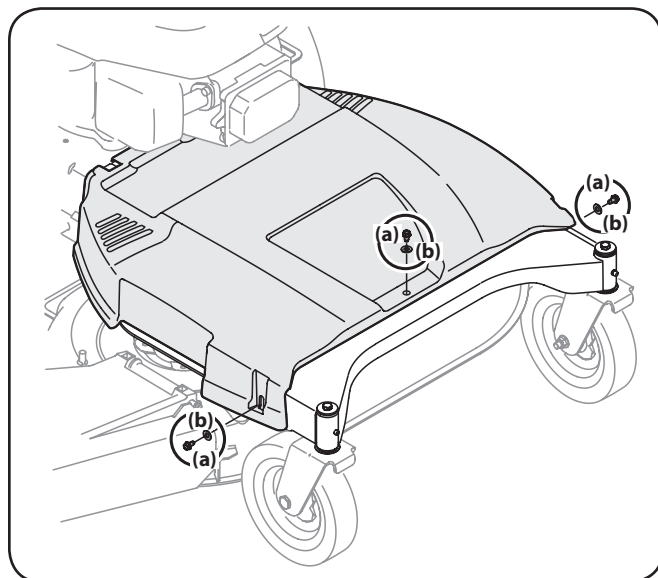

Figure 7-1
1. Retirez les trois écrous (a) et les trois rondelles (b) qui fixent le couvercle de courroie au châssis, puis retirez le couvercle. Voir Figure 7-1.
2. Retirez le couvercle de la courroie comme indiqué à l'étape 1 de la section Démontage du plateau de coupe à la page 22. Voir Figure 7-1.